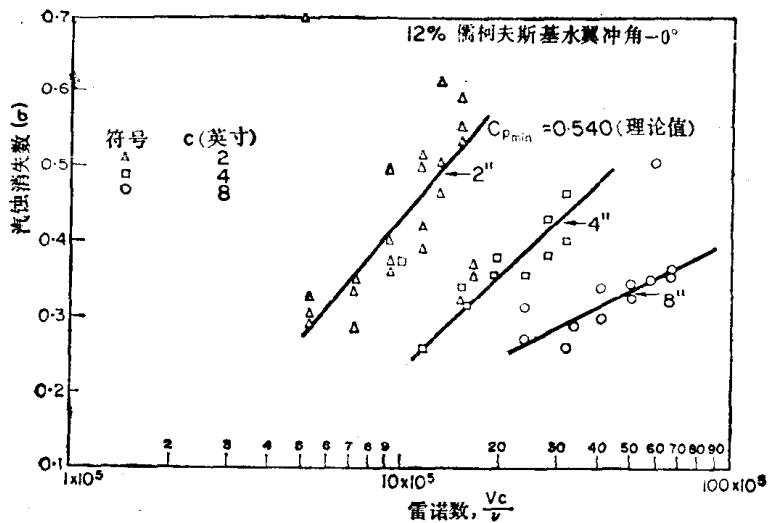

图 5 儒柯夫斯基水翼的雷诺数与 σ 数的关系^[13]
不同尺寸的比例效应并不是很好地线性相关。虽然大多数对静止物体的试验表明， σ 值随着尺寸的增加而增大^[11~13]，但在液力机械中却往往表明 σ 值随着尺寸的增加而减小。同样可以作出以雷诺数为基础的类似关系图(图 5)，就象所有在水中进行的试验那样。此处的雷诺数即为流速 (V) \times 直径 (C)。